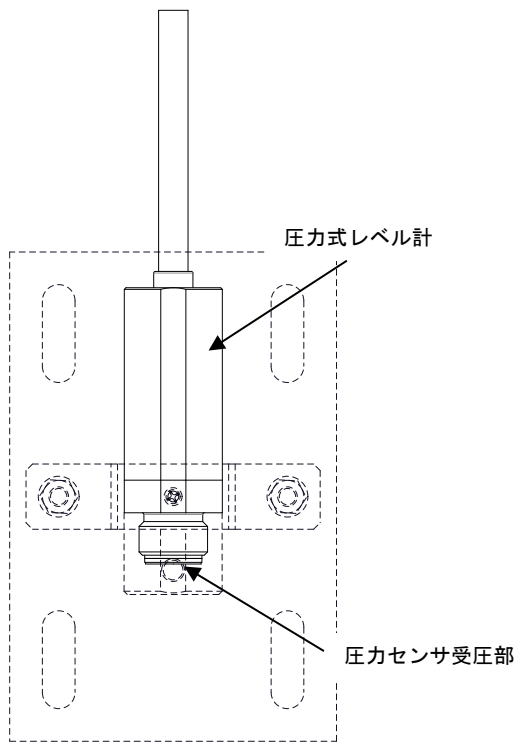

図 2-4 圧力式レベル計設置方向
- 圧力式レベル計の設置方向は図 2-4 のように受圧部が下になるように設置してください。